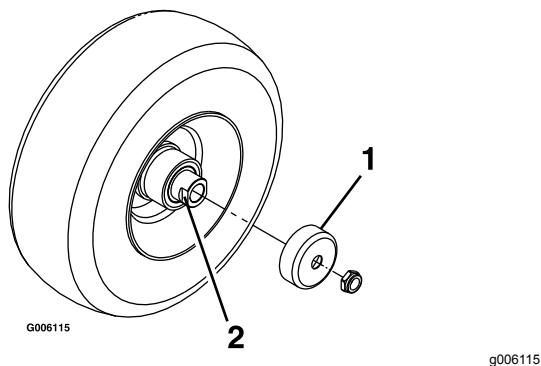

Bild 47
4. Entfernen Sie die Dichtungsabdeckungen von der Radnabe (**Bild 47**).